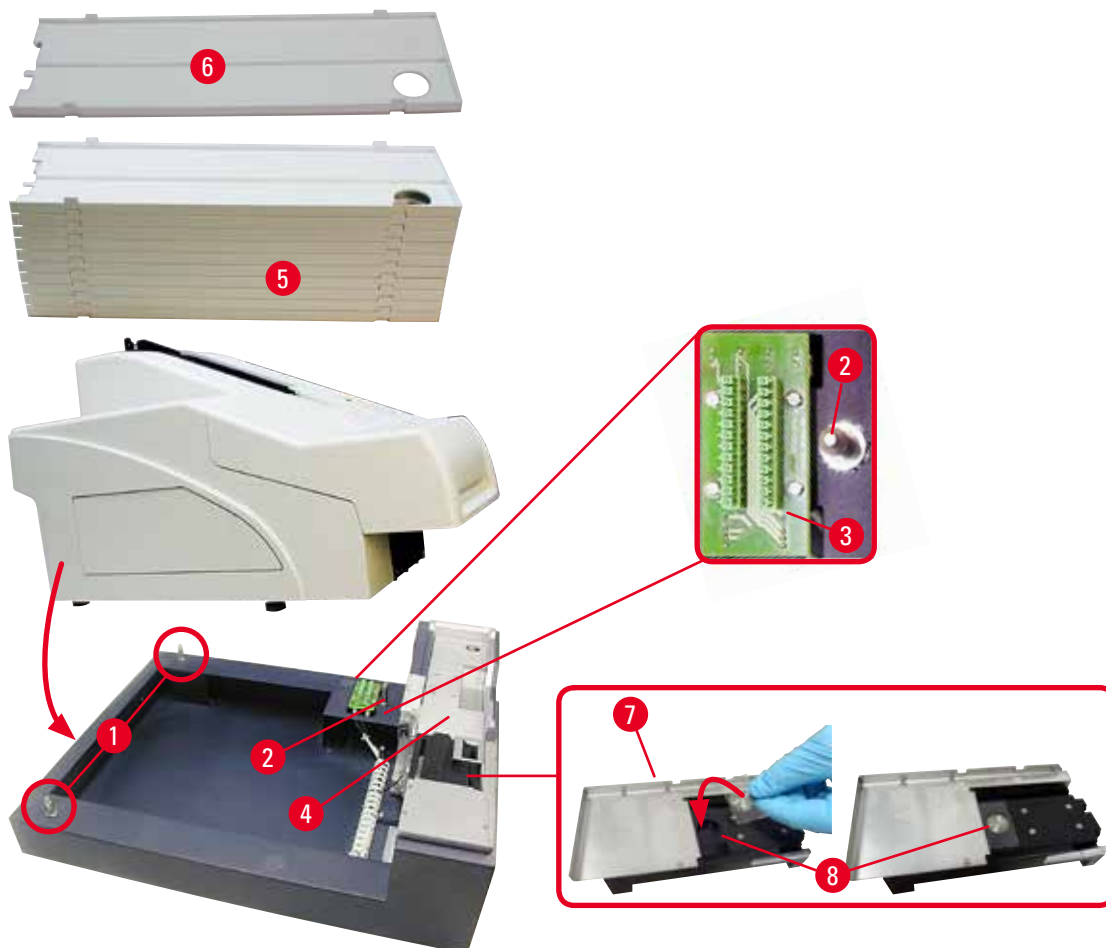

図 12
4. プリンターの両側 (右側と左側) をつかみ、(→「図 12」) に示すように、まず 2 本の後部ボルト (→「図 12-1」) がベースプレートに収まるように置きます。